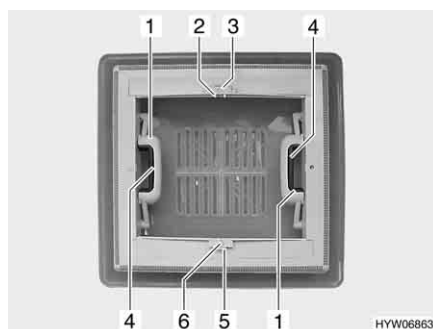

Fig. 33 Oblò a scatto
Apertura: ■ Premere la chiusura a scatto (Fig. 33,4) verso l'interno dell'oblò. Premere contemporaneamente verso l'alto l'oblò con la maniglia (Fig. 33,1).
Chiusura: ■ Tirare con forza verso il basso le due maniglie (Fig. 33,1) dell'oblò, fino a quando non scattano entrambe le chiusure.
Chiusura: ■ Premere l'arresto (Fig. 33,5) verso il lato esterno dell'oblò.
■ Tirare l'oscurante a rullo per la maniglia (Fig. 33,6) fino alla maniglia contrapposta della zanzariera a rullo (Fig. 33,2) e farla innestare.
Apertura: ■ Serrare la maniglia (Fig. 33,2). L'arresto si sblocca.
■ Ricondurre lentamente l'oscurante a rullo accompagnandolo con la maniglia (Fig. 33,6).
- Premere l'arresto (Fig. 33,3) verso il lato esterno dell'oblò.
- Tirare la zanzariera a rullo per la maniglia (Fig. 33,2) fino alla maniglia contrapposta dell'oscurante a rullo (Fig. 33,6) e farla innestare.
- Serrare la maniglia (Fig. 33,2). L'arresto si sblocca.
- Ricondurre lentamente la zanzariera a rullo accompagnandola con la maniglia (Fig. 33,2).